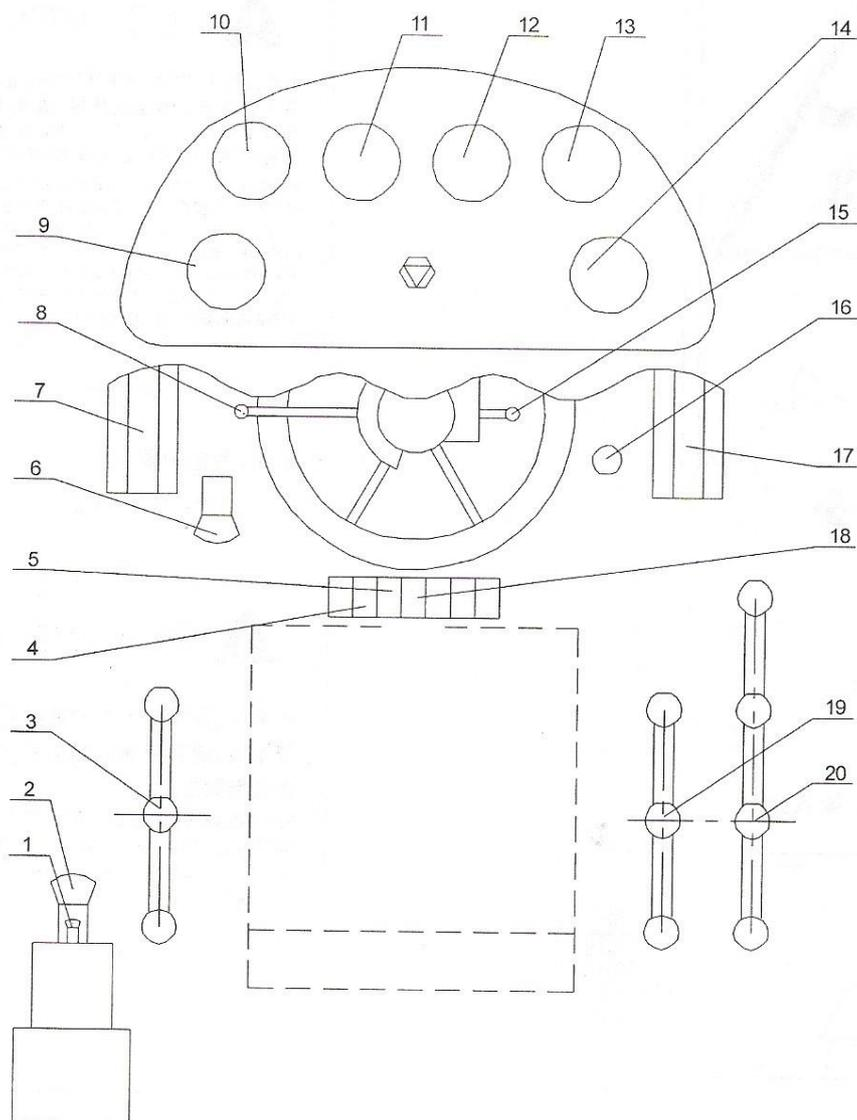

Рис. 1-11 Расположение приборов и рычагов управления
1.5.1 Схема расположения приборов со сторон водителя (Рис. 1-11)